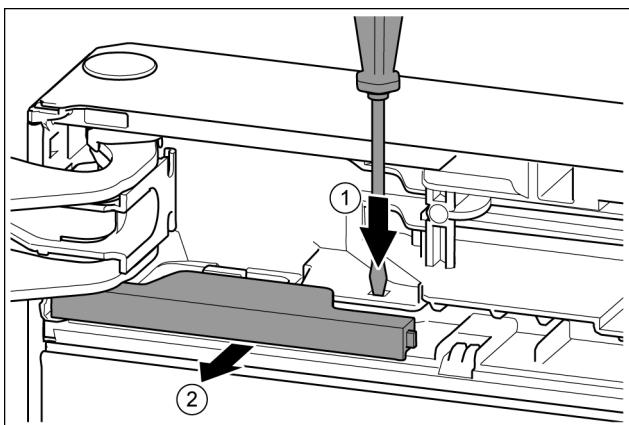

Fig. 11
- 用带槽螺丝刀按住接片。 Fig. 11 (1)
- 将盖板从闭锁中拉出。 Fig. 11 (2)